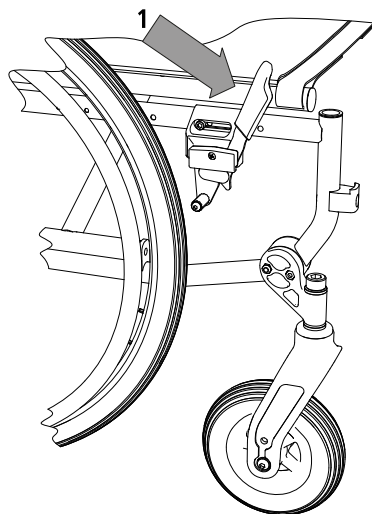

Abb.24
1. Drücken Sie den Bremshebel nach vorn, so dass die Bremse das Rad blockiert (1, Abb. 24).